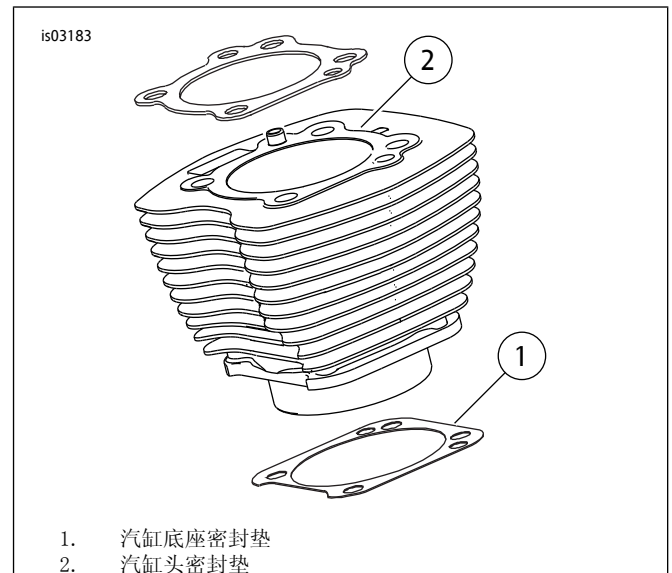

图1。汽缸密封垫
- 参见图1。103.1 mm (4.060 in) 汽缸底座密封垫（1）和汽缸头密封垫（2）无需使用O形环。切勿在汽缸销或汽缸套管上使用O形环。